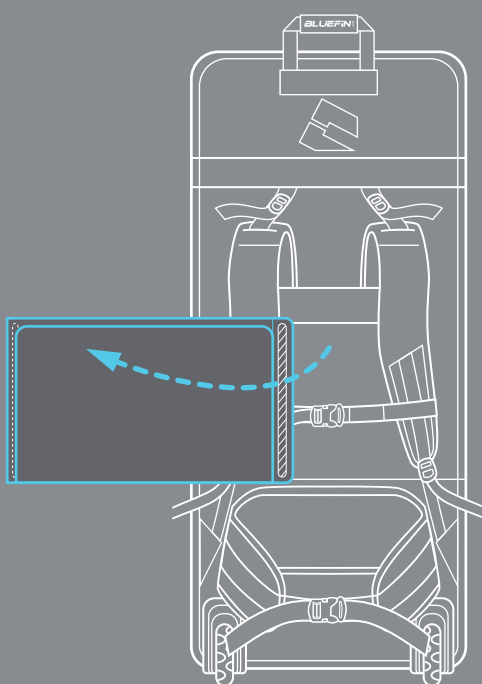

Figure 2.
- Soulevez la languette velcro Figure 1 et détachez la section centrale du rembourrage pour retirer le couvre-sangle. **Figure 2**